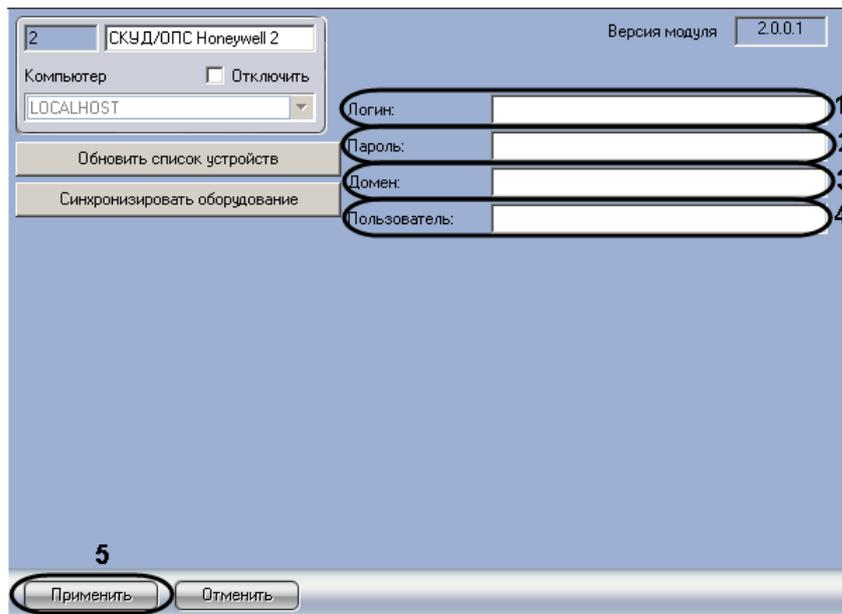

Рис. 3.2—2 Настройка подключения СКУД/ОПС HoneyWell (WIN-PAK CS)
2. Ввести имя пользователя для доступа к компьютеру с установленным программным обеспечением производителя СКУД/ОПС *HoneyWell (WIN-PAK CS)* в поле **Логин** (см. Рис. 3.2—2, 1).
3. Ввести пароль для доступа к компьютеру с установленным программным обеспечением производителя СКУД/ОПС *HoneyWell (WIN-PAK CS)* в поле **Пароль** (см. Рис. 3.2—2, 2).